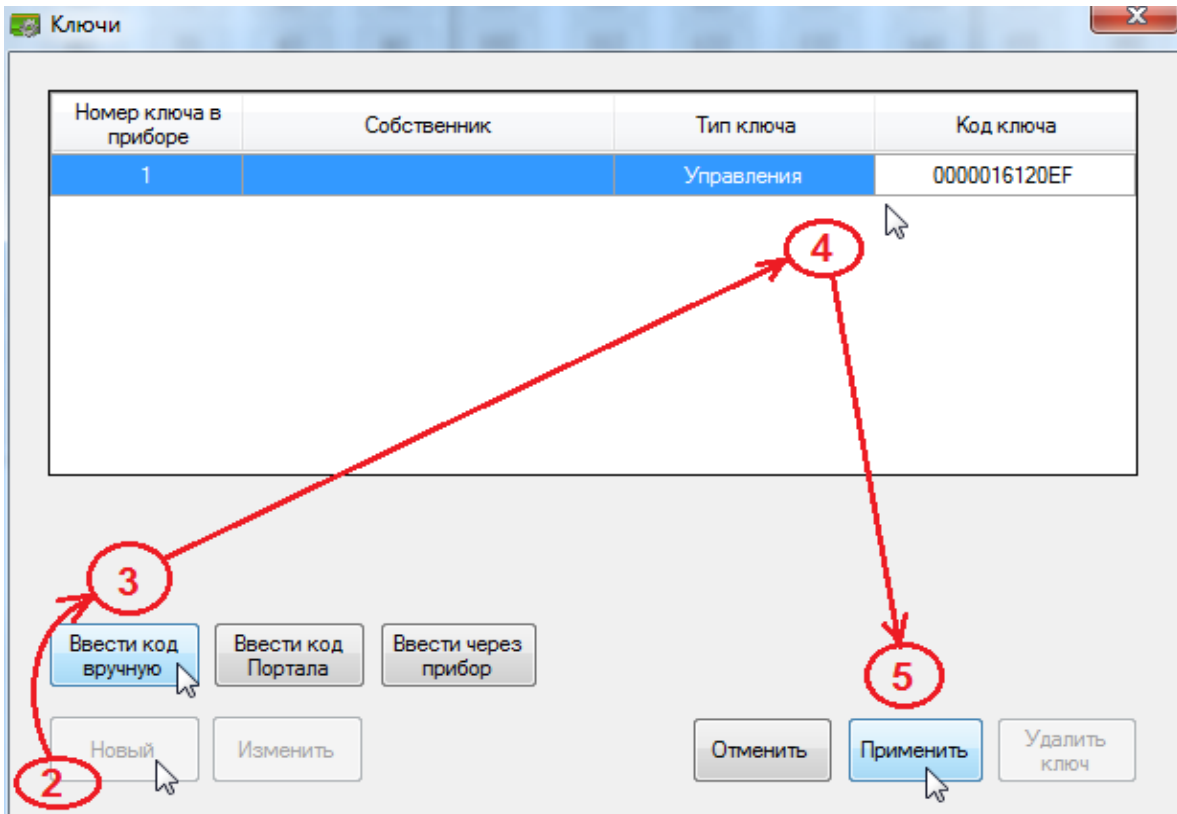

Рис. 22. Диалоговое окно процедуры добавления ключей с вводом кодов вручную
2) в появившемся диалоговом окне «Ключи» нажмите кнопку «Новый» (рис. 22, шаг 2) и затем кнопку «Ввести код вручную» (Рис. 22, шаг 3);
3) в поле «Код ключа» и задайте код добавляемого ключа из 12 символов (Рис. 22, шаг 4);
- 4) нажмите кнопку «Применить» (Рис. 22, шаг 5);